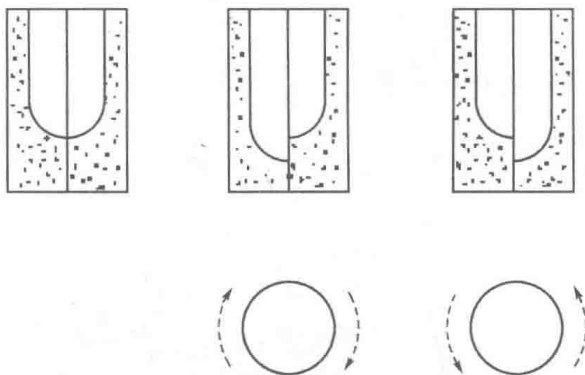
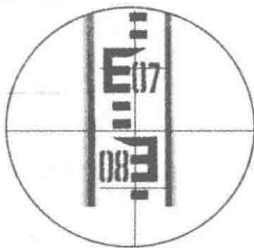

图 2-3 微倾螺旋的调整方向
图 2-4 水准仪读数示例(0792)
(3) 望远镜调焦与瞄准。
① 调节目镜,使望远镜内十字丝像清晰。
② 瞄准:先粗瞄再精瞄。通过望远镜上方的缺口和准星瞄准水准尺,然后转动望远镜调焦螺旋,使尺像更清楚,转动望远镜水平微动螺旋,使十字丝竖丝对准水准尺。
③ 消除视差:交替调节目镜、物镜调焦螺旋,使十字丝和尺子的像都清楚。
(4) 精平与读数:读数之前用微倾螺旋调节水准管使气泡居中(如图 2-3 所示),然后读取后视与前视读数,读数方法见图 2-4。